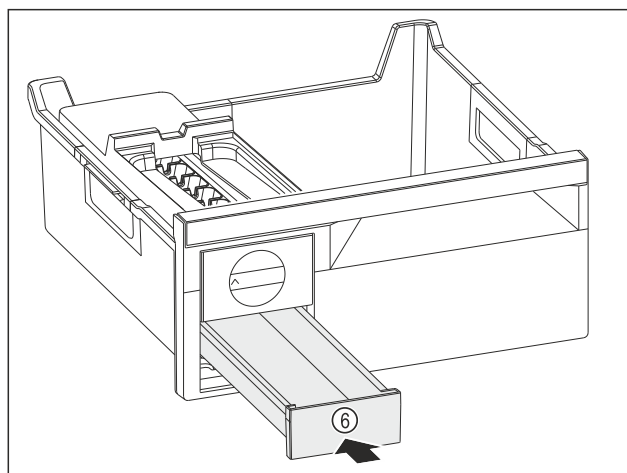

Fig. 83
- Zásuvku na kostky ledu Fig. 83 (6) zasuněte.